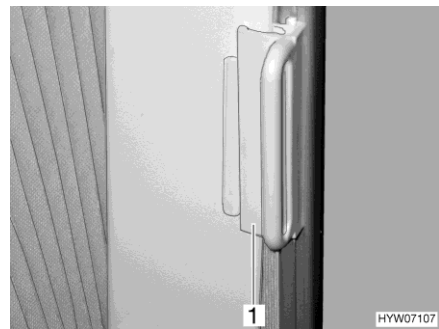

Bild 31 Verriegelung für Faltverdunklung
- Sichern: ■ Den Griff (Bild 31,1) auf den Aufsatz schieben. Die Faltverdunklung ist gesichert.